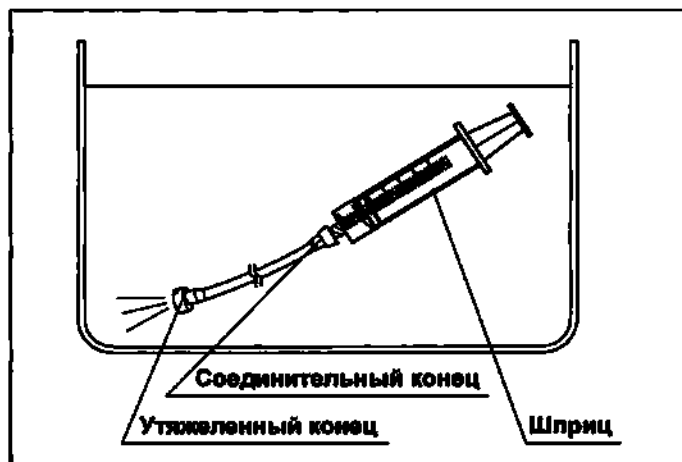

Рис. 6.14
- 1 Полностью погрузив шприц и адаптер для аспирационной очистки в воду, медленно наполните шприц водой, прижмите его к соединительному концу адаптера для аспирационной очистки и промойте адаптер 30 миллилитрами воды. (см. рис. 6.14)